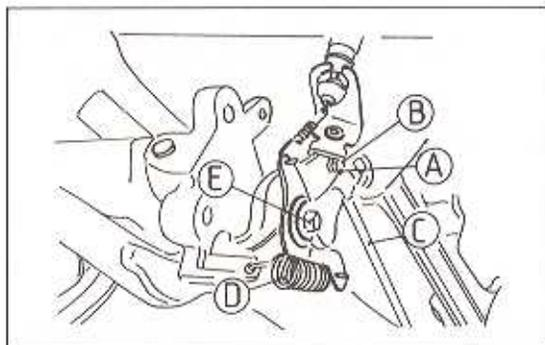

Bild 243
- Das Pedal vom Lagerbock abmontieren (Bild 243).